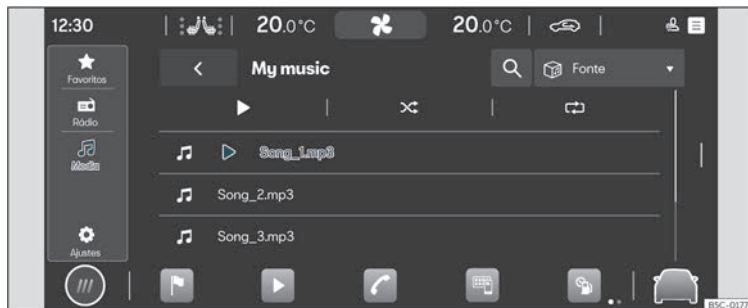

Fig. 147 Esquema: Vista Multimédia
- Pressione **HOME** > ► > > ► Fig. 147.